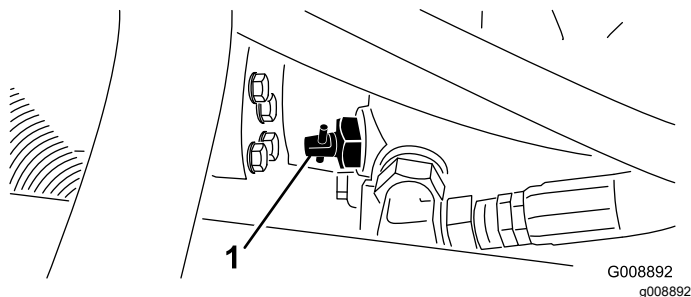

Bild 41
1. Ermitteln Sie das Sicherheitsventil an der Pumpe (Bild 41) und drehen Sie das Ventil um 90 Grad.